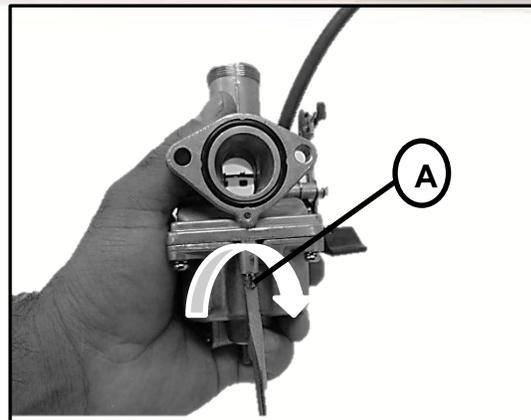

Fig.2.34
- Gire completamente el tornillo de mezcla [A] en dirección de las manecillas del reloj. Una vez el tornillo de tope, ajuste el tornillo de mezcla a 1 3/4 de vueltas en dirección contraria a las manecillas del reloj. Fig.2.34.